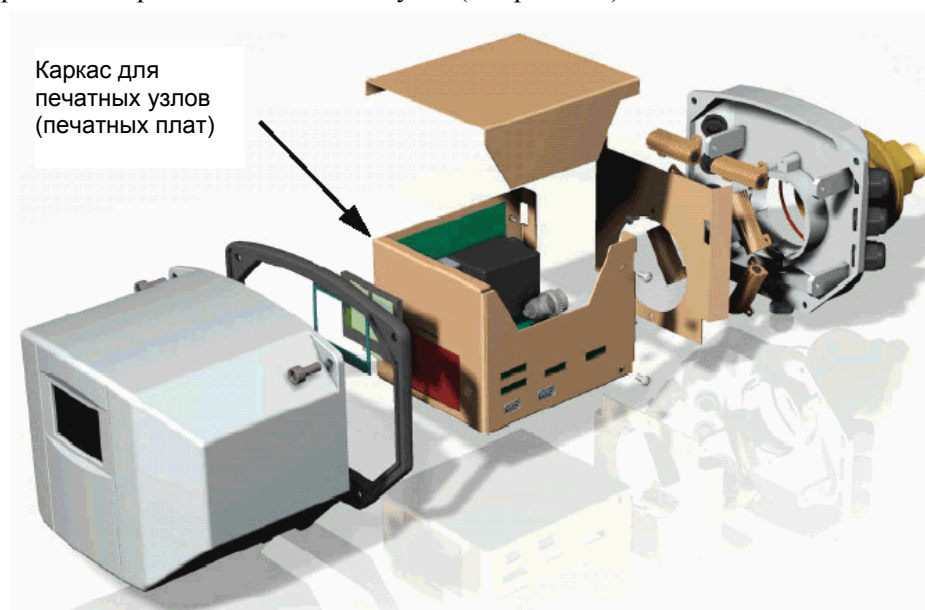

Рис. 1-3. Вид на HYDRAN® M2 со снятым корпусом
1. **Крышка:** крышка обеспечивает защиту от механических и погодных воздействий для первичного измерительного преобразователя и каркаса для печатных узлов (см. рис. 1-3 на странице 1-6).
Интерфейс пользователя (дисплей и клавиатура), клеммные колодки и соединители смонтированы на внешней поверхности каркаса для печатного узла (см. рис. 1-3).